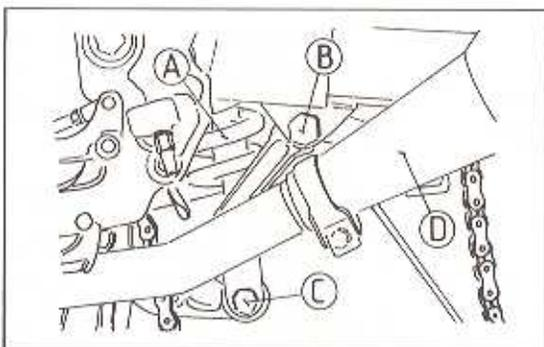

Bild 255
- Die Mutter des Gehänges der Unitrak-Aufhängung oben entfernen (Bild 255).